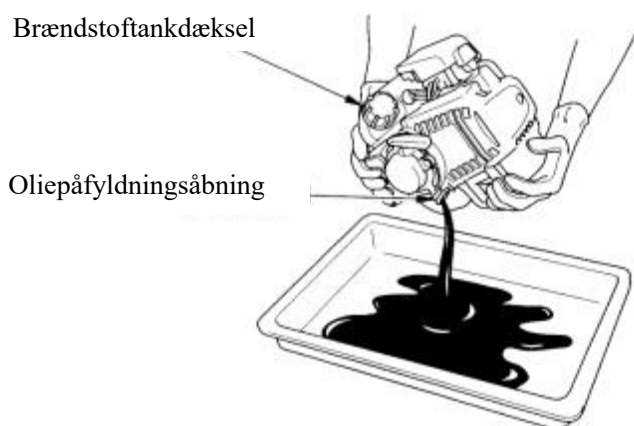

Fig. 11
- Afmonter oliepinden, tip motoren i retning af oliepåfyldningsåbningen, og hæld olien over i den anbragte beholder som vist i fig. 11.